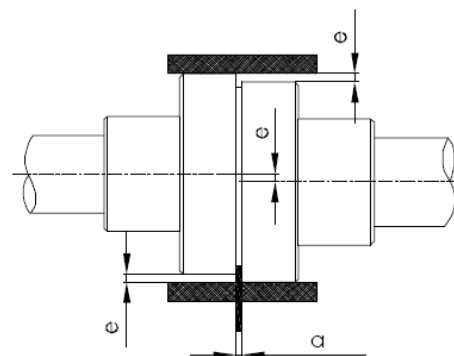

Fig. 7. Alineamiento del acoplamiento
- Para controlar el error de deslizamiento paralelo, la escuadra de acero se presiona en una mitad del acoplamiento en paralelo al eje. Se comprueba con la otra mitad. El borde recto debe tocar a los dos medios acoplamientos completamente igual en todos los puntos de cada plano vertical y horizontal (Fig.7).